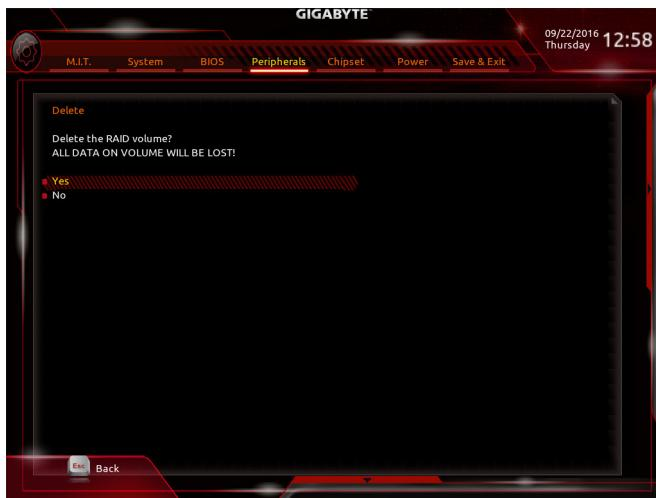

図 12
RAID アレイを削除するには、Intel(R) Rapid Storage Technology 画面において削除するボリューム上で <Enter> を押します。RAID VOLUME INFO 画面に入ったら、Delete で <Enter> を押して Delete 画面に入ります。Yes で <Enter> を押します(図 12)。